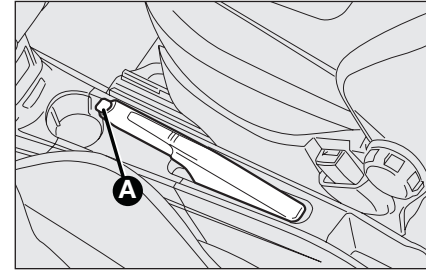

Abb. 1
- ☐ Ziehen Sie den Handbremshebel leicht nach oben und drücken Sie den Löseknopf **A** (Abb. 1);
- ☐ Halten Sie den Löseknopf **A** gedrückt und führen Sie den Handbremshebel nach unten. Die Warnleuchte (P) im Kombiinstrument erlischt dabei.